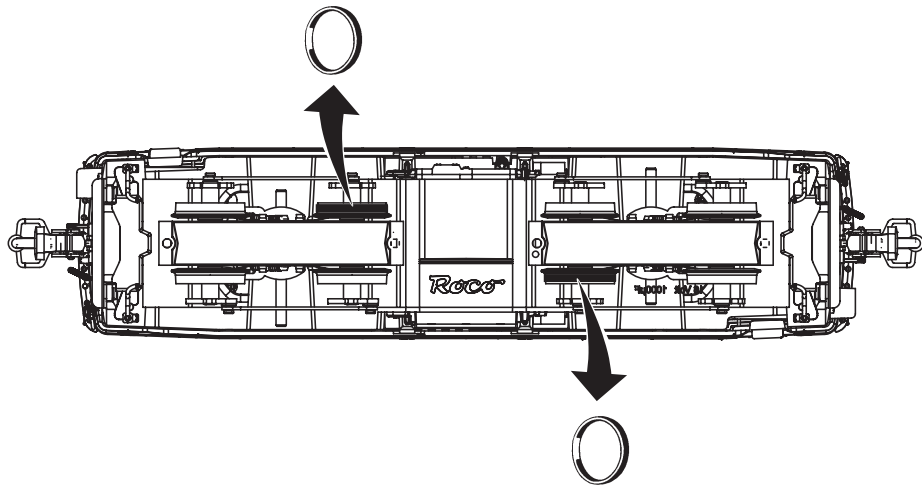

Fig. 7
1. Schmierung: Versehen Sie die im Schmierplan in Fig. 7 gekennzeichneten Stellen mit nur **kleinen Öltropfen**. Dazu zuerst das Lokgehäuse abnehmen (Fig. 3). Wir empfehlen den ROCO **Öler Art.-Nr. 10906**. Fürs Schmieren der Getriebeteile (Zahnräder, Schnecke) empfehlen wir das **ROCO-Spezialfett Art.-Nr. 10905**. Im Falle der Schmierung diese Teile **nicht ölen**.
1. Lubrication: Apply **tiny oil drops** to spots marked in fig. 7. Prior to lubrication dismantle locomotive (fig. 3). We recommend using item no. **10906, Roco oiler**. For lubrication the gearparts (e.g. cogwheels, worm) we should recommend our Roco **special grease** (item no. **10905**).
1. Graissage: N'appliquez **qu'une toute petite goutte** aux endroits indiqués par le plan de graissage (fig. 7) après avoir démonté la caisse de la locomotive (fig. 3). Nous vous recommandons **le graisseur à huile Roco réf. 10906**. Pour graisser les engrenages (roues dentées, vis sans fin) nous vous conseillons la **graisse spéciale Roco réf. 10905** pour engrenages en matières synthétiques. Lorsque vous utilisez cette graisse il faut éviter d'huiler ces composants.